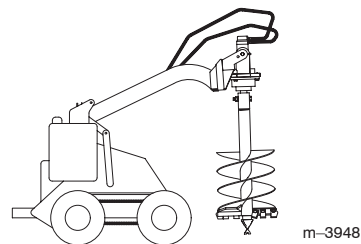

Bild 6
12. Heben Sie den Erdbohrer vom Boden ab (Bild 6).
13. Drehen Sie, wenn der Erdbohrer vertikal ist, die Montageplatte nach hinten, bis der Antriebskopf die Montageplatte berührt, um den Erdbohrer zu stabilisieren und ein freies Pendeln zu vermeiden (Bild 6).